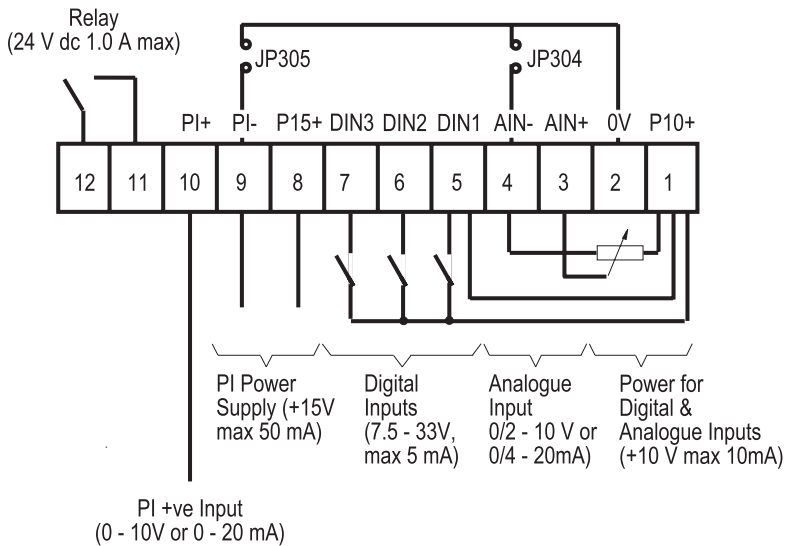

Fig. 3: Stuurklemmen aansluiting
Voer de stuurkabel via de geschikte doorvoeropening (zie Fig. 1) in de frequentieregelaar. Sluit de bedrading aan volgens het voorbeeld in Fig. 3 en 4 (zie ook Fig. 1).
Let erop dat de optionele potentiometer, gemonteerd als een analoog instelpunt als afgebeeld in Fig. 3 ervan uitgaat dat jumper JP304 0 V (pen 2) verbindt aan AIN- (pen 4). P15+ kan ook worden gebruikt als alternatief voor P10+ voor de digitale ingangen.
- Sluit een 4,7 kOhm potentiometer aan op de stuurklemmen als getoond in Fig. 3 of zet een 0 - 10V signaal over pen 2 (0 V) en pen 3 (AIN+). Verschuif in beide gevallen jumper JP304 om 0 V op AIN- aan te sluiten.